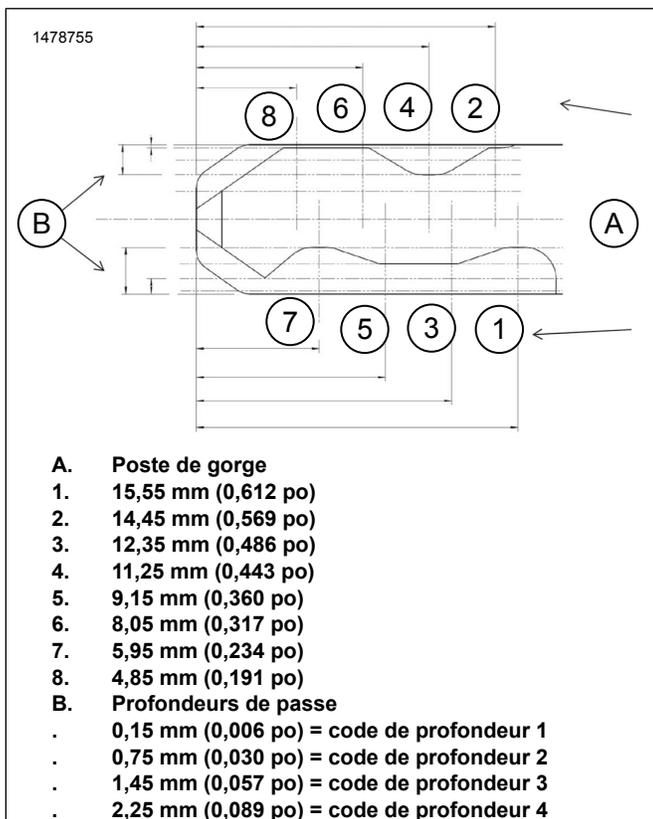

Figure 4. Diagramme de codes de clés
1. Voir la Figure 4. Sur la Équipement d'origine (OE) clé du véhicule, déterminer la profondeur de passe à chaque poste de clé.
3. Voir le tableau 3. Inscire les codes de profondeur de passe des clés de Figure 4 en fonction des profondeurs mesurées.